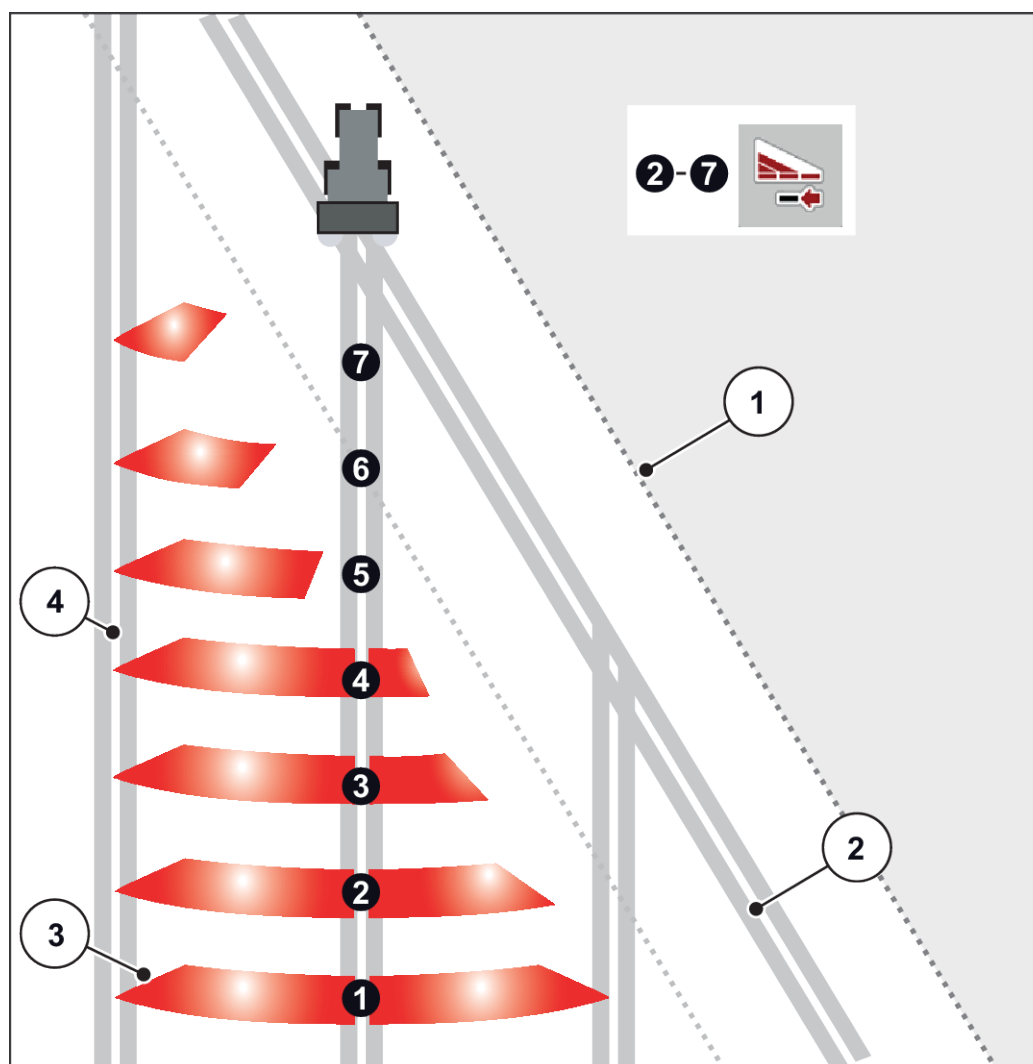

図 46: セクションの自動切り替え
- セクションの切り替えは外部から内部へ、または内部から外部へ行うことができます。参照: 図 46 セクションの自動切り替え。